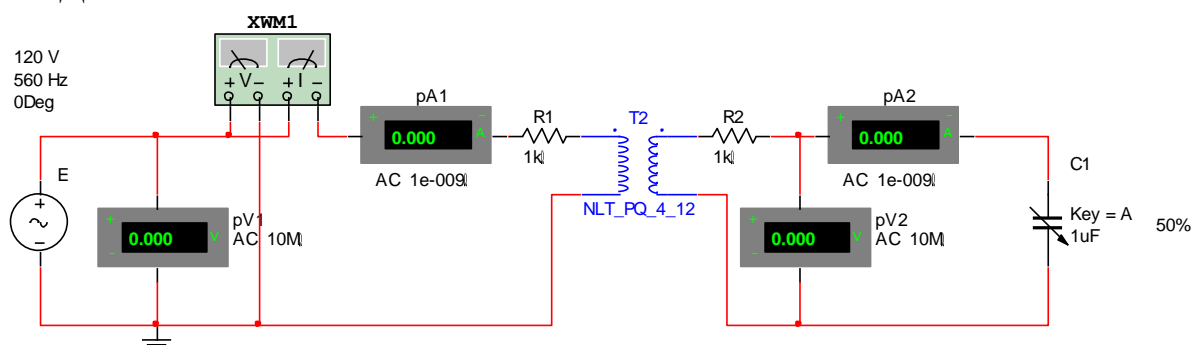

Рис. 4.7
4. Откройте файл 9.3 и включите цепь по схеме рис. 4.7. При изменении емкостной нагрузки снимите замеры для шести различных значений $C1$. Данные опыта занесите в табл. 4.2.